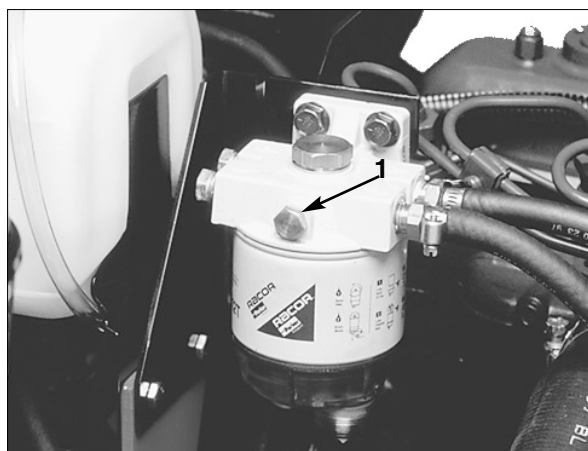

Fig. 12
2. Løsn udluftningsskruen oven på brændstoffilteret/vandudskilleren (Fig. 12).